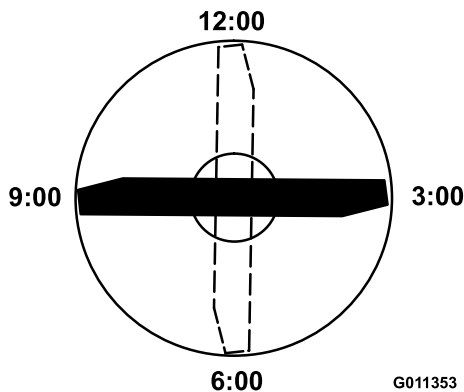

Bild 69
4. Positionieren Sie die Schnittkante der markierten Messerseite in die 12-Uhr-Stellung (geradeaus in Mährichtung) (Bild 69) und messen die Höhe vom Tisch bis zur Schnittkante.
5. Drehen Sie die markierte Seite des Messers auf die 3- und die 9-Uhr-Stellung (Bild 69) und messen die Höhe.